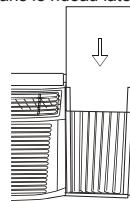

Fig.13
Étape 3. Glissez le panneau d'isolation R1 que vous avez découpé dans le rideau latéral (fig. 13).